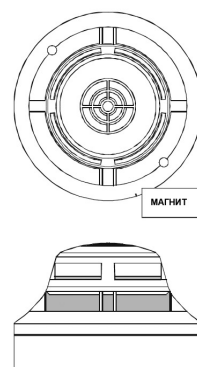

Рис. 2 Тест магнитом
1. Поместите магнит М02-24 (в комплект поставки не входит) рядом с извещателем, как показано на рис. 2, на расстоянии примерно 2 см от светодиода. В этом месте на верхней стороне крышки извещателя имеется 2-х миллиметровая риска.